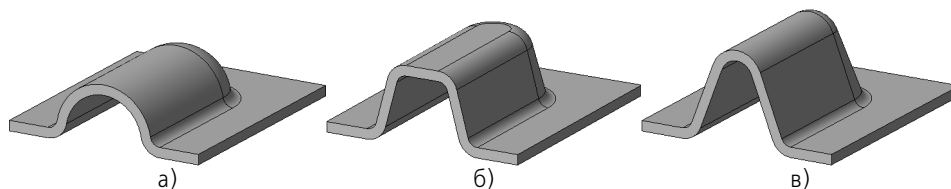

Рис. 98.7. Формы сечения буртиков
- ▼ круглая (рис. 98.7, а),
- ▼ U-образная (рис. 98.7, б),
- ▼ V-образная (рис. 98.7, в).